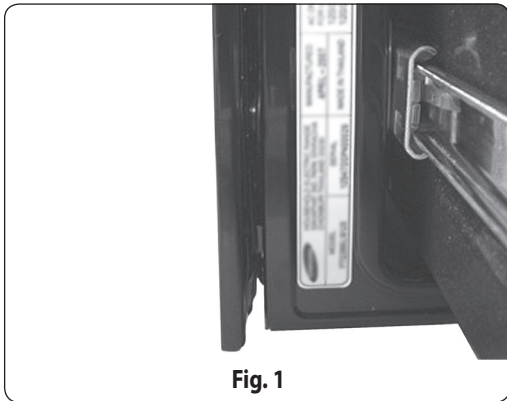
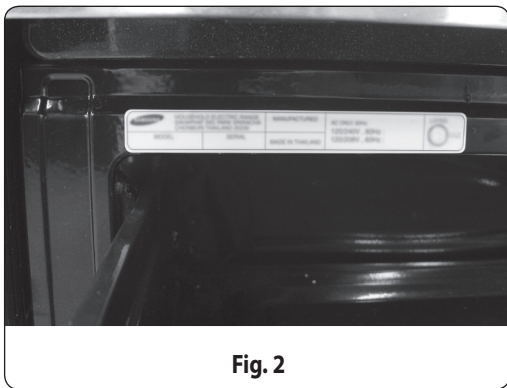

Fig. 1
Fig. 2
1. La mesada alrededor del recorte debe ser plana y nivelada (ver zona sombreada de la Fig. 1).
2. Antes de instalar la unidad, mida la altura de los dos lados del gabinete (C1~C4), frontal y posterior (Vea la Fig. 1) desde el piso hasta la parte superior de la mesada.
Este electrodoméstico debe ser alimentado con el voltaje y la frecuencia correctos, y debe conectarse a un ramal de circuito individual correctamente conectado a tierra y protegido con un disyuntor o fusible cuyo amperaje debe concordar con lo establecido en la placa de especificaciones. La placa de especificaciones se encuentra ubicada arriba del cajón en el marco del horno. **(Fig. 1 o Fig. 2)**